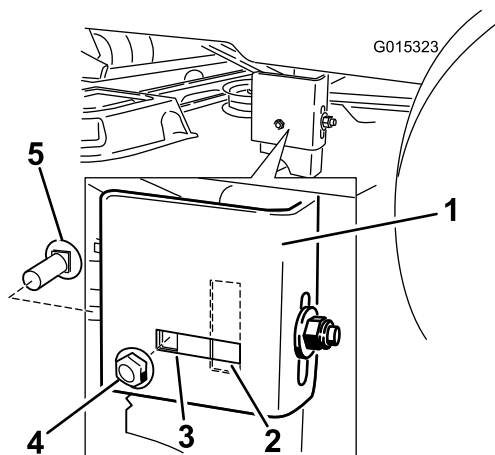

Figura 53
7. Spostatevi sul lato sinistro della macchina. Verificate che il bullone a testa tonda laterale sia in posizione fissa o nella scanalatura (Figura 53).
8. Se il bullone a testa tonda laterale è in posizione fissa, rimuovete sia il bullone a testa tonda laterale che il dado di bloccaggio laterale dalla posizione fissa e installateli nella scanalatura posteriore (Figura 53).